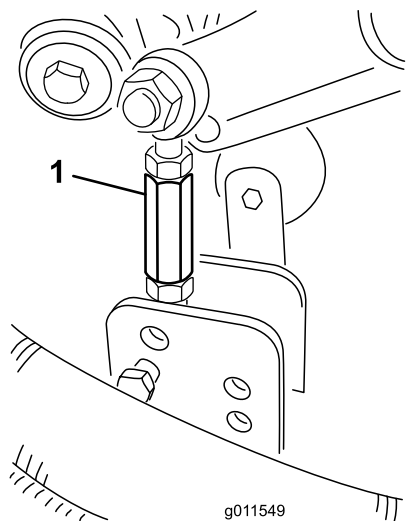
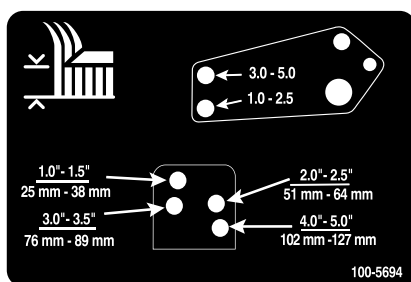

Figura 26
Figura 27
- Retire os pernos de gancho e os passadores que fixam os elementos de ligação do amortecedor aos suportes da unidade de corte (Figura 26). Alinhe os orifícios do elemento de ligação do amortecedor com os orifícios da altura de corte desejada na estrutura da unidade de corte (Figura 27) e insira os respectivos passadores e pernos de gancho.